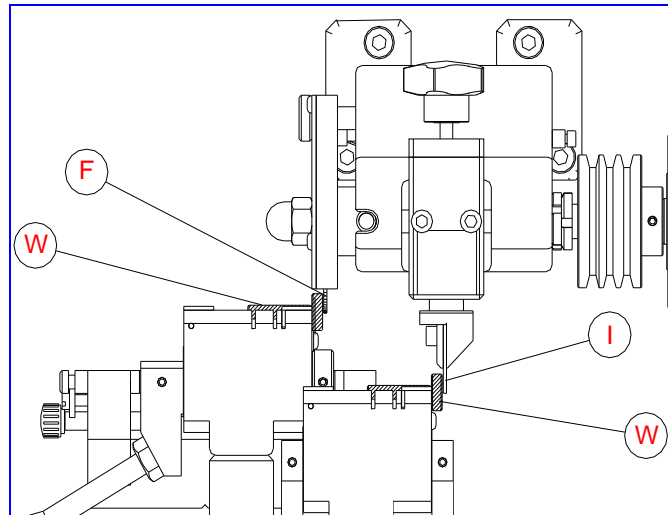
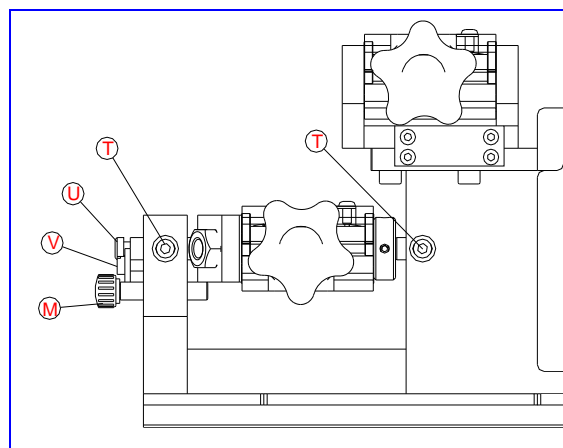

Fig. 13
Fig. 14
- Sistemare le due bacchette di regolazione (W) a battuta sui morsetti, come illustrato nella Fig. 13. Fare avanzare la bacchetta (M) per fare in modo che il morsetto resti nella corretta posizione di regolazione.
- Avvicinare i morsetti con le bacchette di regolazione (W) verso l'indice copiatore (I) e la fresa (F) fino ad appoggiarle sui medesimi.
- Allentare le viti (T) e con un cacciavite a testa piatta girare la vite (V). Vedi Fig. 14.
- Spostare il morsetto a destra o a sinistra finché la fresa non gira e sfrega molto leggermente contro la bacchetta di regolazione. Quindi stringere le viti (T) del morsetto e la macchina è regolata.